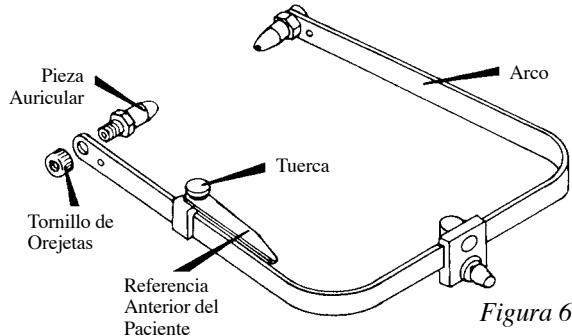

Figura 6
1. Conecte con los dedos las piezas auriculares al arco, usando las tuercas estriadas, Figura 6. Con el arco a resorte Hanau no se necesitan llaves.